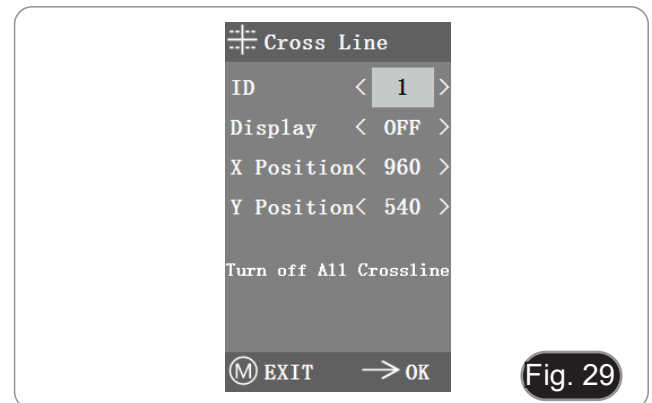

Fig. 29
1. Entrar en el menú de Cross Line. (Fig. 29)